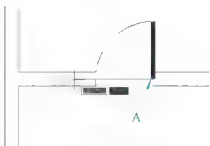

图 2.89 确定圆弧的长度
(12) 在指定圆弧的端点或 [角度 (A)/ 长度 (L)]: 提示下, 打开【正交】功能, 将光标水平向左拖动 (图 2.89), 在任意位置单击, 确定逆时针绘制的 1/4 个圆弧。